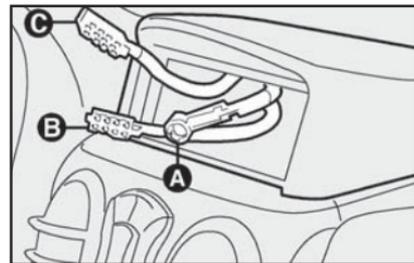

fig. 122
- Cabo e plugue de alimentação elétrica para o autorrádio **C-fig. 122**.
- Cabo e conector para a antena de teto **A-fig. 122**.
- Cabo e plugue para conexão dos alto-falantes **B-fig. 122**.
- Cabos e plugue para conexão dos alto-falantes **B-fig. 122**.
Instalar a antena na sede prevista para a mesma **fig. 126** retirando os tampões interno e externo e conectando o plugue ao autorrádio **A-fig. 122**.